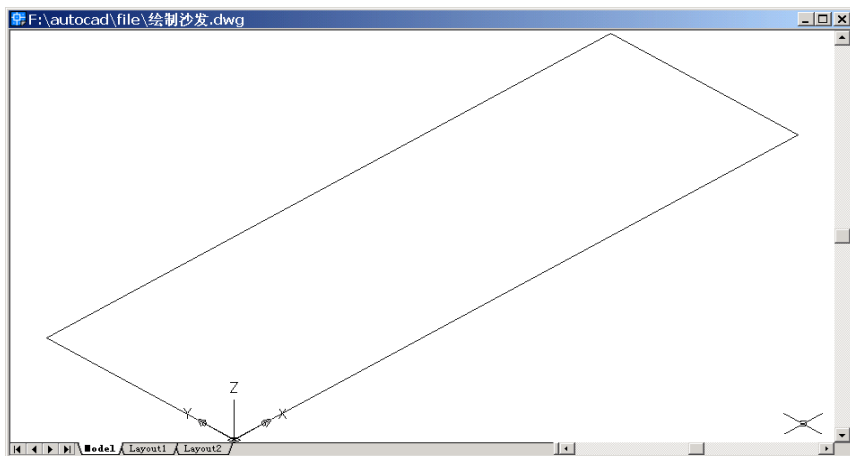

图 20.3 变换视图为西南视图
(2) 用 VIEW 命令变换视图为 Southwest Isometric (西南视图), 结果如图 20.3 所示。